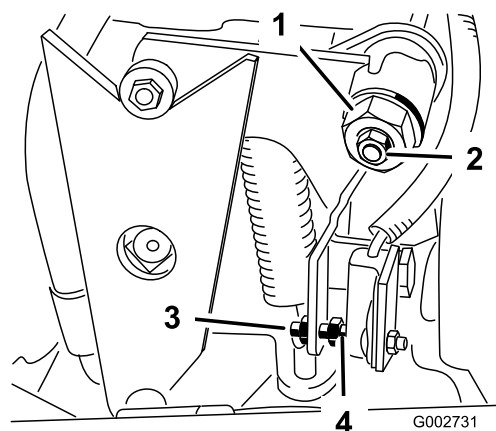

図 33
4. トラクション調整カムのロックナットをゆるめる(図 33)。
5. エンジンを始動し、カム(図 33)を左右に回してニュートラル位置の中心に合わせる。
3. ネジを回して、すき間を $1.5 \pm 0.8 \text{ mm}$ に調整する(図 33)。